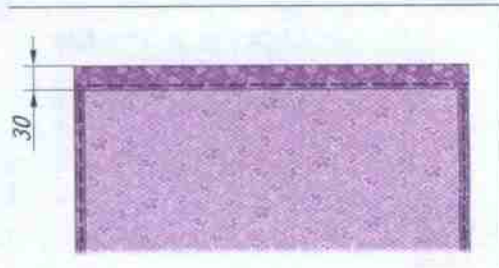

Рис. 88. Обработка верхнего среза (пояса-кулиски)
3. Проложи машинную строчку на расстоянии 1–2 мм от второго сгиба, выполняя закрепки в начале и конце строчки (рис. 88).